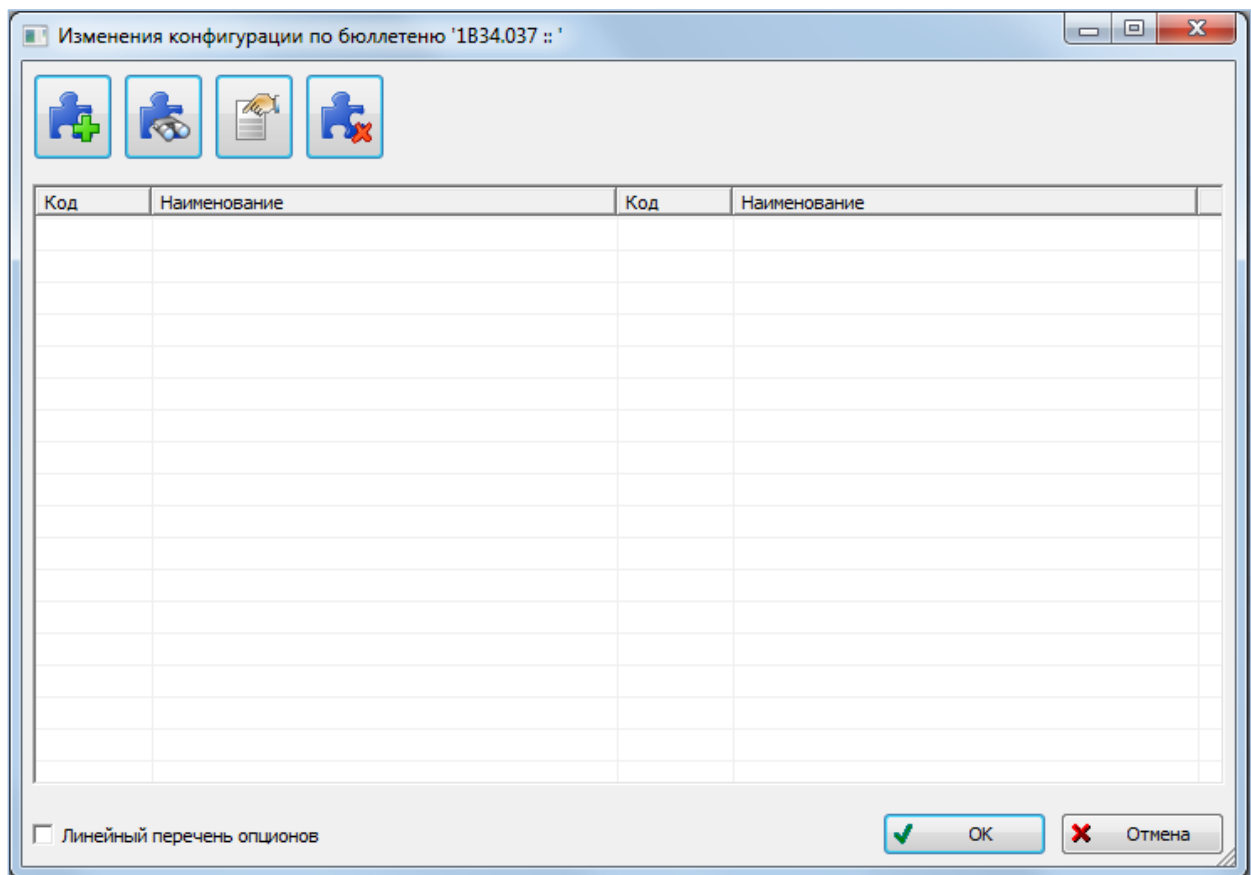

Рис. 14-11 – Окно «Изменение конфигурации по бюллетеню»
Изменения по конфигурации отображаются не в стандартном окне связанных объектов, а в специальном окне «Изменения по конфигурации по бюллетеню» (рис. 14-11).
4) После этого открывается окно «Изменение конфигурации по бюллетеню» (рис. 14-11).